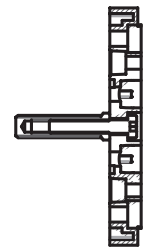

Abb. 2 / Fig. 2 / Afb. 2
4. Gewindebolzen mit beiliegender Innensechskantschraube und Unterlegscheibe an das Schloss bzw. Anschraubleiste so anschrauben, dass dieser gerade steht, gemäß Abb. 2. Sollten Unterlagen benötigt werden, müssen diese mit angeschraubt werden.
4. Visser les boulons filetés avec la vis à six pans creux fournie et la rondelle dans le verrou ou la cale de fixation, de façon à ce qu'elle soit bien droite, conformément à la fig. 2. Si des supports sont nécessaires, ils doivent être vissés.
4. Bevestig de meegeleverde inbusbout met de onderlegplaat zodanig op het slot, respectievelijk de slotkast dat deze daar een haakse hoek mee maakt (Afb. 2). Eventueel noodzakelijke vulplaten moeten ook op de bout worden bevestigd.